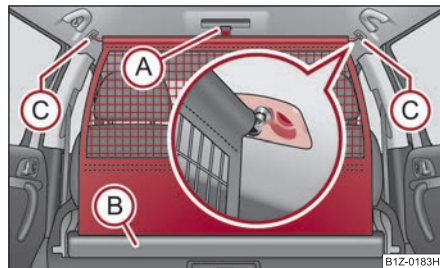

Fig. 104 Desenrollar la red divisoria
- Tire de la red divisoria por la lengüeta (A) y sáquela de la caja (B) ⇒ fig. 104.
- Monte la barra transversal en el alojamiento (C), primero en un lado, y presione la barra transversal hacia delante.
- Sujete de igual modo la barra transversal en el otro lado del vehículo, alojamiento (C).
- Tire de la barra transversal un poco hacia atrás, primero en un lado y seguidamente en el otro lado, y saque la barra transversal de los alojamientos (C) ⇒ fig. 104.
- **Mantenga** la barra transversal de tal modo, que la red divisoria pueda enrollarse lentamente y sin daños en la caja (B).